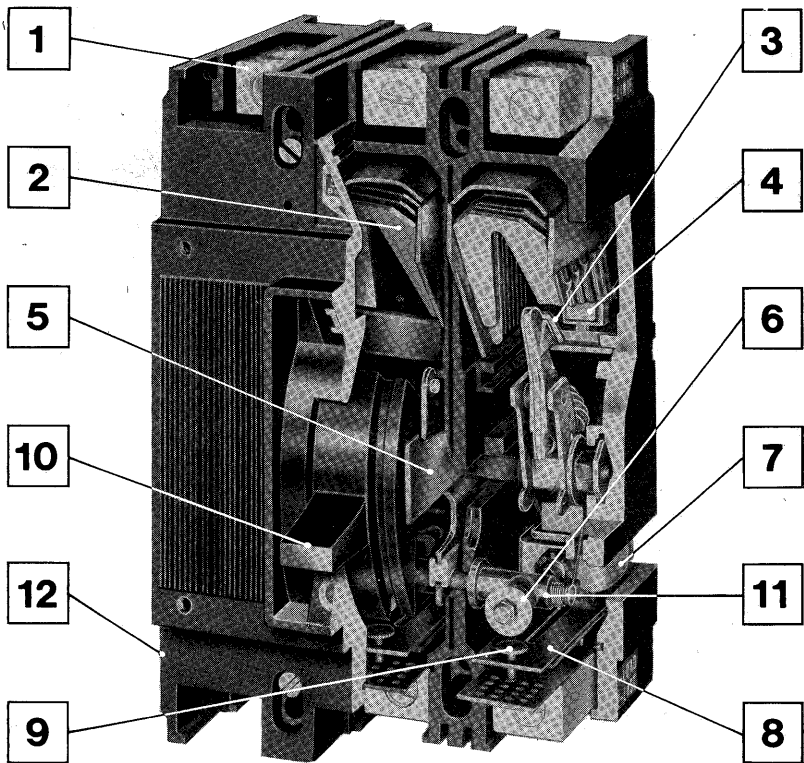

Fig. 1
1.1. Parti fondamentali (fig. 1)